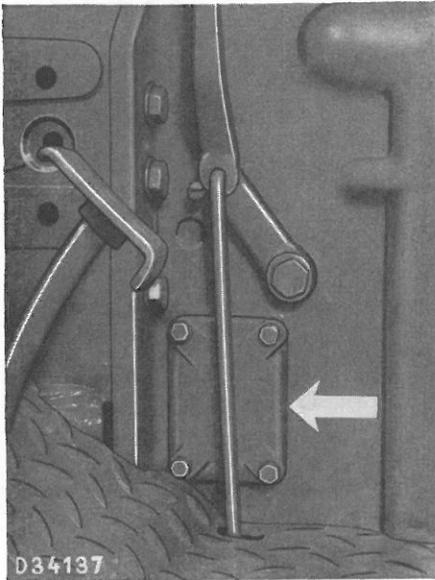

fig. 204 Couvercle pour réglage de l'embrayage à lamelles
a) Démontez le couvercle (fig. 204) de la boîte de vitesses.